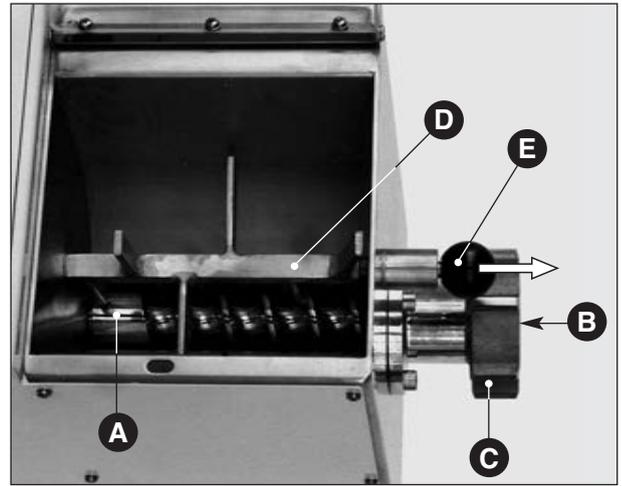

Abb. 1
- den Schalter auf "0" stellen (**Abb. 2 C**), die korrekte Montage der Schnecke (**Abb. 1 A**) überprüfen und dabei beachten, ob der zylindrische Teil auf der Zugwelle aufliegt.
Abb. 1 bis
- sich des weiteren versichern, ob der Plastikstößel (**Abb. 1 B**), der das Zieheisen ersetzt, gut sitzt und die Nutmutter (**Abb. 1 C**) gut geschlossen ist;
- zum Schluß das Mischgerät (**Abb. 1 D**) mit dem Kopfkugelgriff (**Abb. 1 E**) sicher in seinem Sitz befestigen oder die bewegliche Halterung in die TR 75/E einschrauben (**Abb. 1 bis** siehe S. 49).